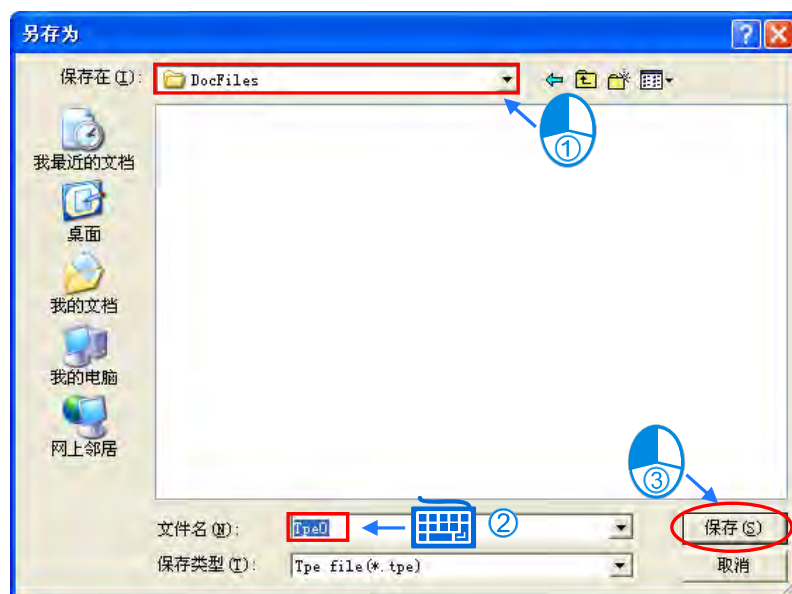

图 3-2 另存为
在编辑的任何时间都可按下菜单工具栏的 **文件 (E) > 保存** 或是图标工具栏的「保存」按钮，以保存目前编辑的文件，第一次保存时会出现「另存为」窗口，如图 3-2，依序指定保存路径，输入存盘名称后按下「保存」按钮，之后再次执行存盘时便会覆盖到此文件。